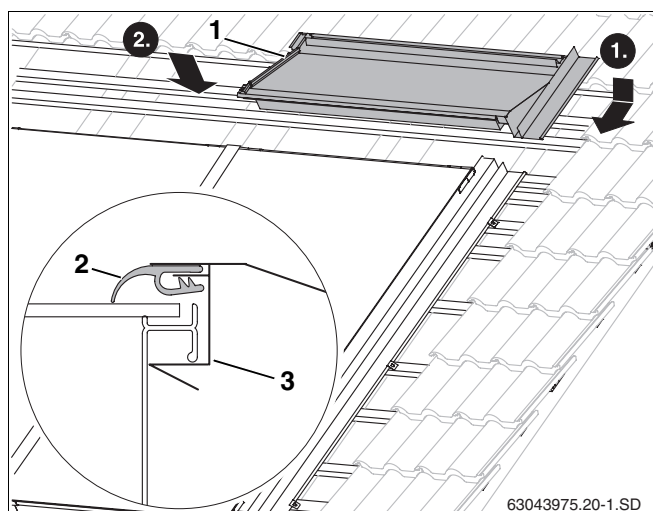

Fig. 55 Profilo d'integrazione superiore destro
- Inserire il profilo d'integrazione superiore destra (fig. 55, **pos. 1**) nella profilo d'integrazione laterale destro.
- Premendo sulla parte superiore del profilo d'integrazione, il bordo si incastra sotto l'impugnatura del telaio dei collettori (fig. 55, **pos. 3**).
- Disporre il bordo di gomma (fig. 55, **pos. 2**) sulla parte superiore del collettore e spostarlo in avanti.